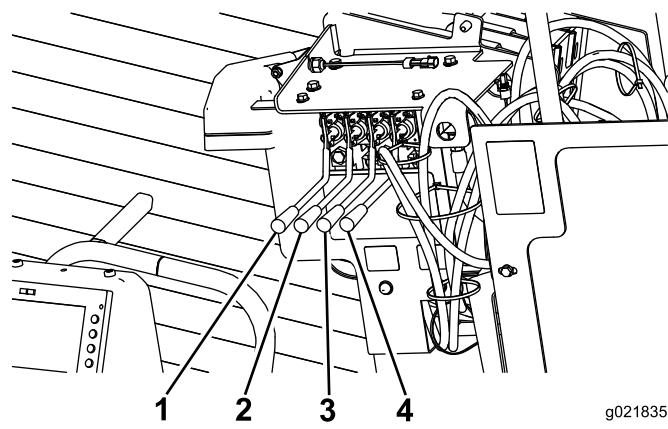

Figura 82
11. Pressione as duas alavancas da estaca de ancoramento direita para abaixar e girar o trado da estaca até seu completo assentamento (Figura 82).